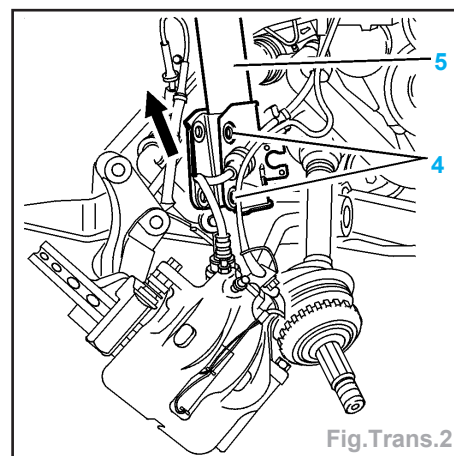

Fig.Trans.2
- Déposer les fixations (4) (Fig.Trans.2).
- Maintenir l'élément porteur (5) déporté suivant la flèche.